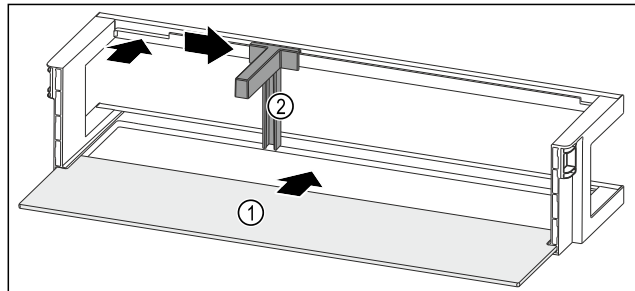

Fig. 156 Türabsteller mit Abstellfläche
- ▶ Abstellfläche Fig. 156 (1) in die seitlichen Aussparungen einschieben.
- ▶ Flaschenhalter Fig. 156 (2) in die Aussparung einsetzen.
- ▶ Flaschenhalter Fig. 156 (2) in gewünschte Position zur Seite schieben.